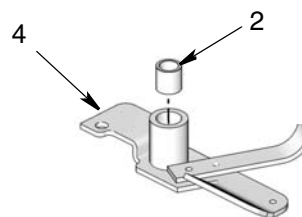

FIG. 12
- g. Instale el cojinete (2) en la paleta (4) como se muestra en FIG. 12.